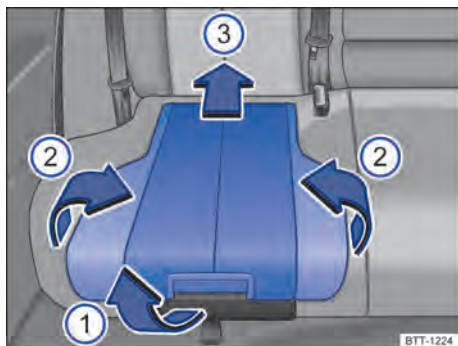

Fig. 62 Cadeira de criança integrada: posicionar o estofamento e o apoio do banco.
- Puxar o estofamento do banco na alavanca de destravamento → Fig. 62 ① para frente no sentido da seta.
- Pressionar o estofamento do banco → Fig. 62 ③ para trás no sentido da seta até engatar.
- Rebater os dois apoios laterais do banco → Fig. 62 ② para cima no sentido da seta. ►